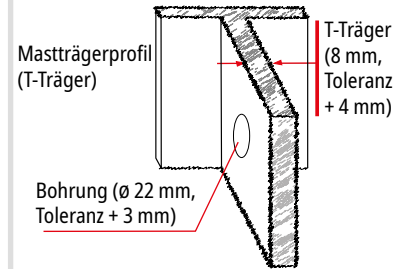
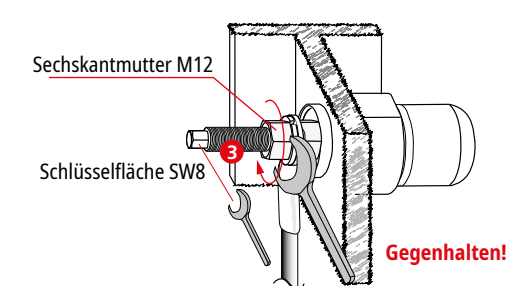

Fig. 2a
Fig. 5b
Die Montage des **Mastadapter** MA SDS M12 erfolgt am Mastträgerprofil eines Fahrdradmastes. Dazu wird eine Montagewedurchführung (Bohrung 22 mm (Toleranz + 3mm)) am Mastträgerprofil benötigt. Die Auflagefläche für den **Mastadapter** MA SDS M12 muss feuerverzinkt, sauber und eben sein (siehe Fig. 1 und Fig 2a - 2b).
Die Bohrung ist so zu platzieren, dass für die Montagewerkzeuge z.B. Gabelschlüssel, Innensechskantschlüssel eine gute Montagezugänglichkeit besteht (siehe auch Fig. 2a bis Fig. 5b).
➔ Die Erdung erfolgt über einen Erdungsleiter mit einem Mindestquerschnitt von  $50 \text{ mm}^2$  Cu. Der mechanische Anschluss am Mastadapter MA SDS M12 erfolgt dabei über einen Kabelschuh (Anschluss  $\varnothing 12$  mm), welcher am Anschlusssteil aufgelegt und festgeschraubt wird. Das Festschrauben erfolgt mittels Beilagscheibe, Federring und einer Sechskantmutter M12 (SW19, 10 - 30 Nm). Dabei wird mit einem Gabelschlüssel (SW8) an der Schlüsselfläche des Anschlusssteils **3** gehalten (siehe Fig. 5a - Fig. 5b).
The hole must be positioned in such a way that it is easily accessible for the mounting tools e.g. open-end-wrench, hexagon socket wrench (see also Fig. 2a to Fig. 5b).
- ➔ An earthing conductor made of copper with a minimum cross-section of 50 mm2 is used to earth the mast adapter. The MA SDS M12 mast adapter is mechanically connected via a cable lug (connection Ø 12 mm) which is placed on the connecting part and is tightened. A washer, spring washer and M12 hexagon nut (wrench size 19, 10 to 30 Nm) are used to tighten the cable lug to the connecting part. To this end, use an open-end wrench (wrench size 8) to hold the wrench flats of the connecting part **3** in place (see Fig. 5a - Fig. 5b).